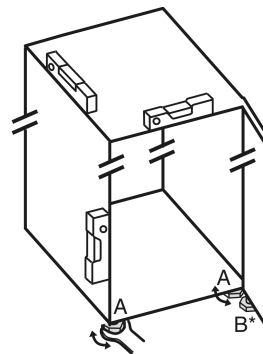

Fig. 5
- Izmantojot pievienoto uzgriežņu atslēgu un līmeņrādi, izskrūvējiet kājiņas Fig. 5 (A), līdz ierīce ir noregulēta stabilā un taisnā stāvoklī.
► Izmantojot pievienoto uzgriežņu atslēgu, izskrūvējiet kājiņu *Fig. 5 (B)* no gultņa balsta, līdz tas atrodas uz grīdas.
► Pagrieziet kājiņu *Fig. 5 (B)* vēl par 90°.